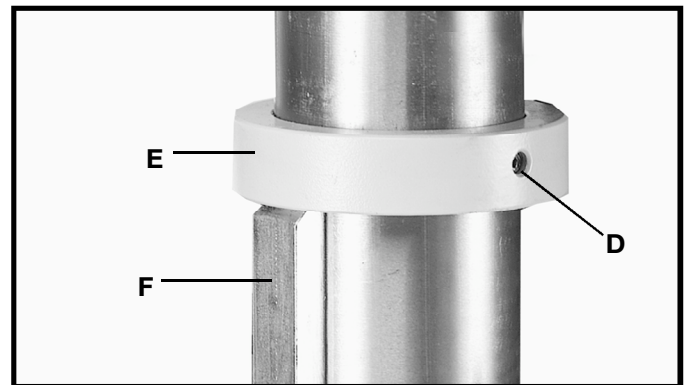

Fig. 9
5. Réassembler l'anneau (E, fig. 9) déposé à **L'ÉTAPE 1**. **IMPORTANT** : la partie inférieure de l'anneau (E) **NE DOIT PAS** être enfoncé complètement jusqu'à atteindre le dessus de la crémaillère (F). S'. **ASSURER** que la partie supérieure de la crémaillère (F) est sous la surface inférieure de l'anneau (E) et qu'il y a assez de dégagement pour permettre à la crémaillère (F) de tourner autour de la colonne. **PUIS SERRER LA VIS DE CALAGE (D), VEUILLEZ À NE PAS TROP SERRER.**